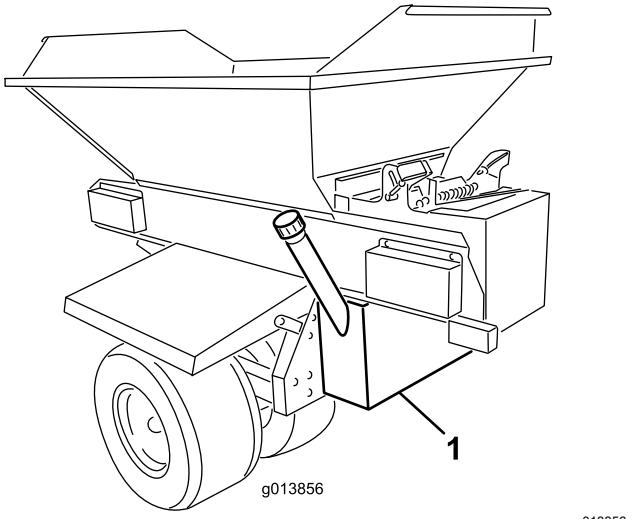

Figure 1
6. Soutenez le réservoir hydraulique par dessous et placez-le contre la paroi arrière du châssis. Le réservoir doit être parfaitement centré par rapport aux côté droit et gauche et être positionné verticalement (Figure 1).